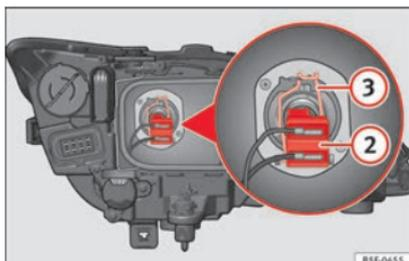

Abb. 206 Abblendlicht
- Ziehen Sie den Stecker »» Abb. 206 (2) von der Lampe ab.
- Nehmen Sie die Haltefeder »» Abb. 206 (3) durch Eindrücken und Rechtsdrehung ab.